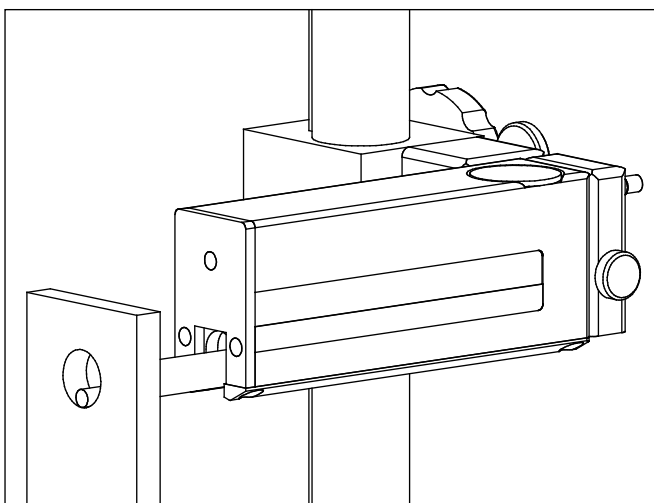

Fig. 8
En el caso de diámetros muy pequeños puede que sea necesario retirar la protección del palpador (1) y desactivar la elevación del palpador (véase fig. 8).